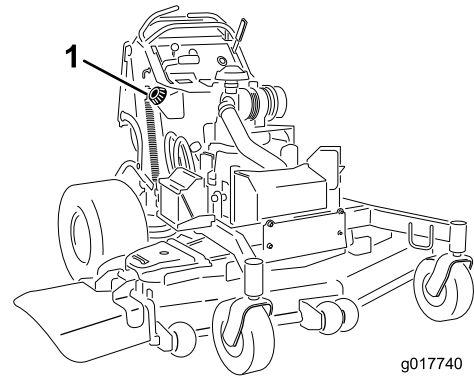

Figura 48
6. Usando la bomba tipo sifón, vacíe el combustible en un recipiente de combustible limpio (Figura 48).